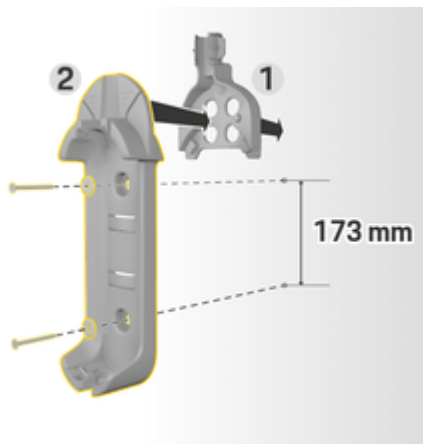

Fig. 62: foratura
3. Inserire la base del supporto a muro **2** (Fig. 62) dalla parte anteriore nel passacavo **1** (Fig. 62).